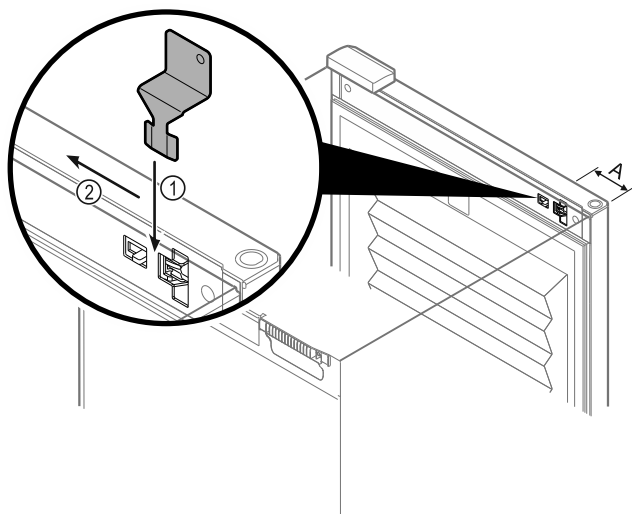

Fig. 218
- ▶ A vészkireteszelő kulcsot a megadott helyen helyezze el Fig. 218 (A)  $\approx 100$  mm.
- ▶ Dugja be ütközésig a vészkireteszelő kulcsot fentről az ajtó és a készüléktest közé Fig. 218 (1).
- ▶ Húzza a vészkireteszelő kulcsot a zsanéroltal felé Fig. 218 (2).